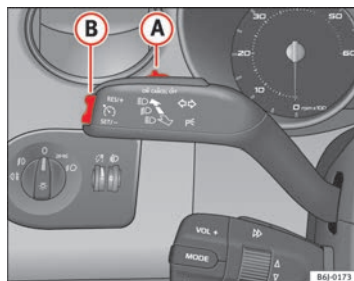

Fig. 108 Palanca de intermitentes y de luz de carretera: mando y tecla basculante para el regulador de velocidad
- Cuando se haya alcanzado la velocidad que se quiere programar, pulse brevemente la parte inferior de la tecla basculante **SET** ⇒ fig. 108 **B** una vez.